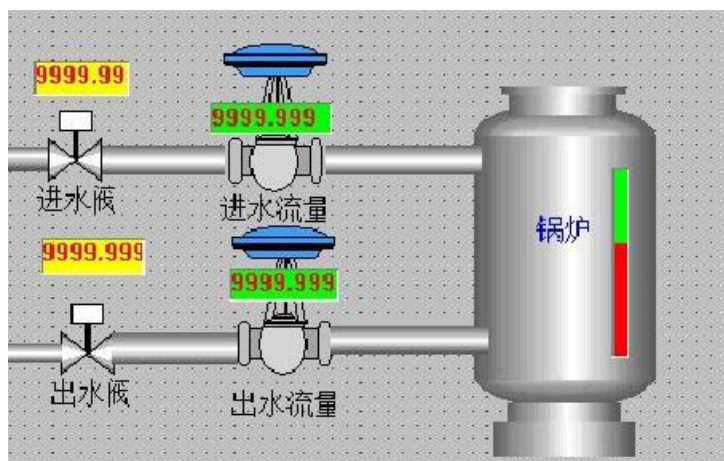

图 1 热水锅炉控制系统
1、图 1 为热水锅炉控制系统。其功能是将冷水经过锅炉加热，变为热水供给用户。假设进水阀控制冷水流量，出水阀控制出水流量。锅炉内放置有电加热器和温度和液位变送器，需要通过控制进水阀控制锅炉液位和锅炉出水温度。试设计一套热水锅炉温度与液位控制系统，设计内容如下。